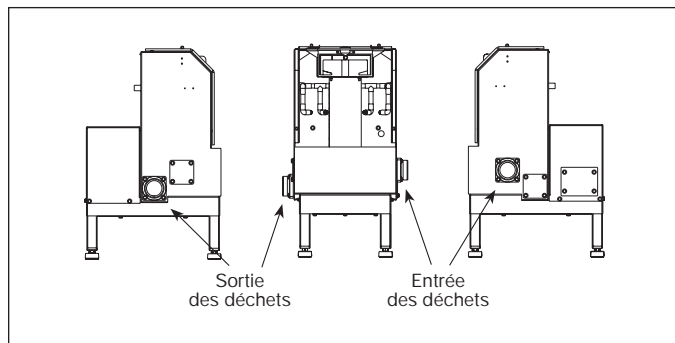

Figure 18.
- A. Retirez les quatre vis retenant le raccord d'arrivée et le joint en place (voir la figure 18).
- B. Retirez les quatre vis retenant le capuchon et le joint en place (voir la figure 18).
Reliez un conduit de vidange de 2 po (5 cm) à la sortie des déchets du Waste Xpress conformément aux codes locaux (voir le figure 18 pour connaître l'emplacement de la sortie d'eau).
- Retirez les quatre vis retenant le capuchon et le joint en place (voir la figure 18).